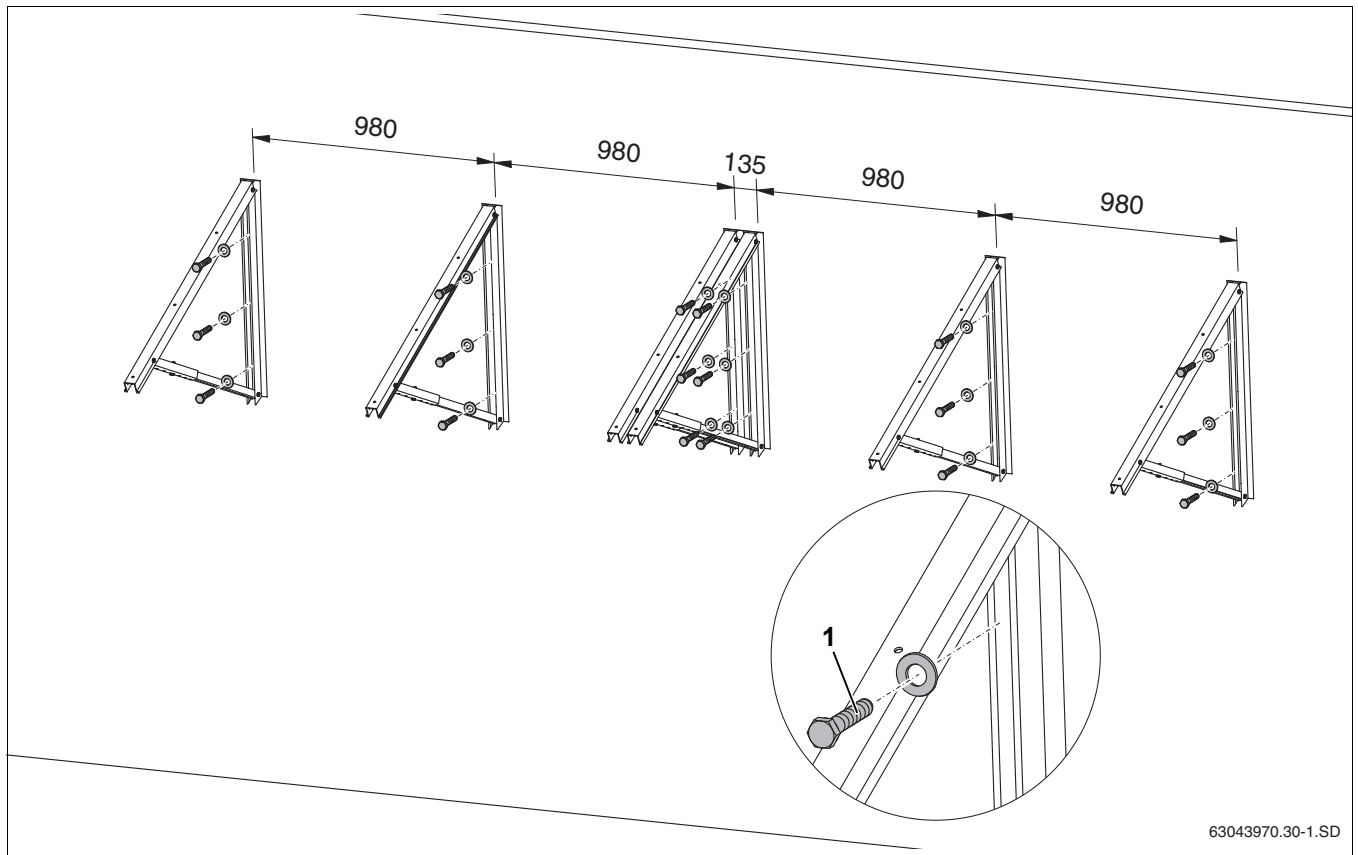

Рис. 30 Расположение опор на фасаде для 2 коллекторов (размеры в мм)
- Каждую опору коллектора нужно закрепить 3 болтами (см. Таб. 9, Рис. 30, [1]) на фасаде рядом друг с другом.